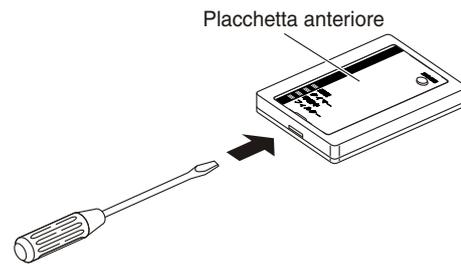

Fig. 3-23
1. Inserire un cacciavite a testa piatta o utensile simile nella scanalatura sul fondo del ricevitore. Aprire facendo leva con il cacciavite e togliere il coperchio di fondo (Fig. 3-23).